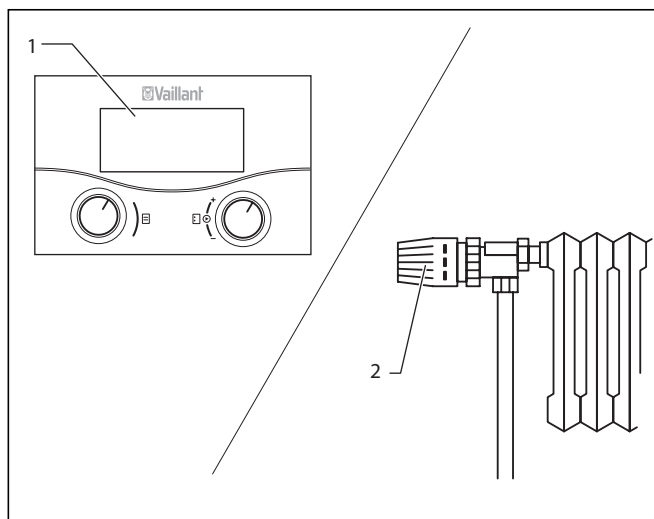

Abb. 6.10 Raumtemperaturregler/witterungsgeführte Regler einstellen
- Stellen Sie den Raumtemperaturregler, den witterungsgeführten Regler (1) (Abb. 6.10) sowie die Heizkörper- Thermostatventile (2) (Abb. 6.10) gemäß den entsprechenden Anleitungen dieser Zubehörteile ein.